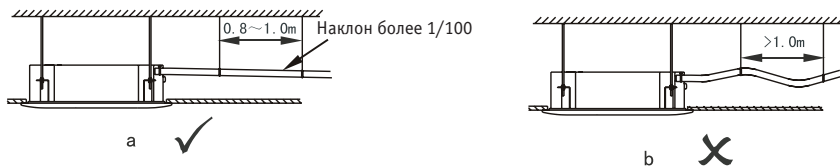

Рисунок 4
4. Чтобы конденсат не затекал обратно в кондиционер после его выключения, дренажная труба должна быть проложена с небольшим уклоном наружу (в направлении потока воды) 1/100 или более. Избегайте расширения труб, емкостей для воды и т. д., так как это станет причиной появления аномального шума (см. рис. 4а).